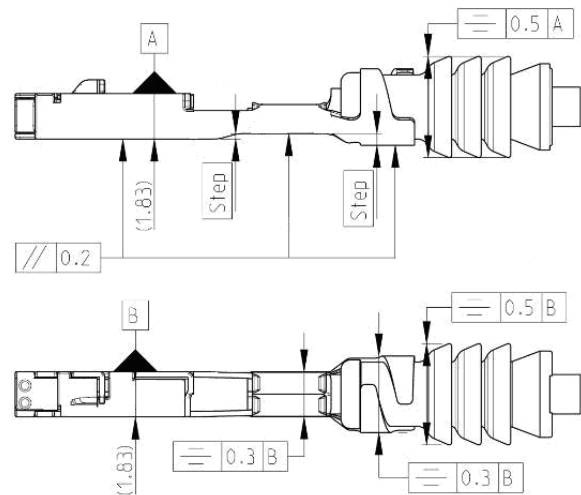

Figure 8 / Abbildung 8
- B Contact with crimp for single-wire seal (Fig. 8)
- B Kontakt mit Crimp für Einzeldichtung (Bild 8)